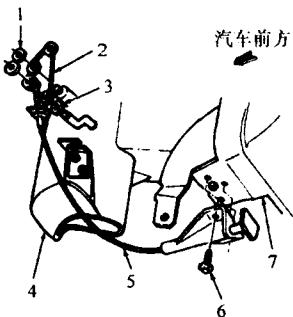

图 1-5 左侧通风口控制拉索
- 2) 对于没有空调的汽车，拆下左侧通风口控制拉索支架固定螺钉，拆下控制拉索支架（见图 1-5）。